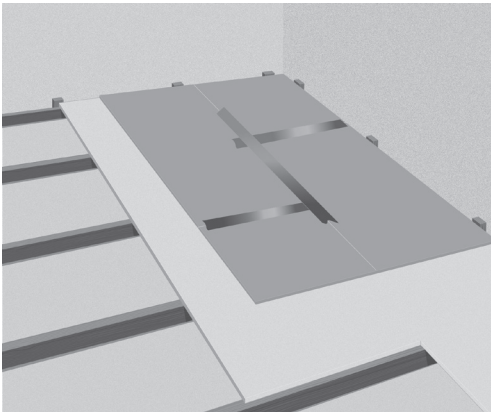

Abb. 4. Verlegung der Unterlage
6. Installieren Sie die Unterlagsplatten, z. B. Reflektor-Platten von Heatcom (Abb. 4). Der gesamte Unterboden ist abzudecken. Die Unterlagsplatten sollten in einem Tessellation-Muster installiert werden und die Verbindungen zwischen den Platten sollten geklebt werden, um ihre Position zu sichern.